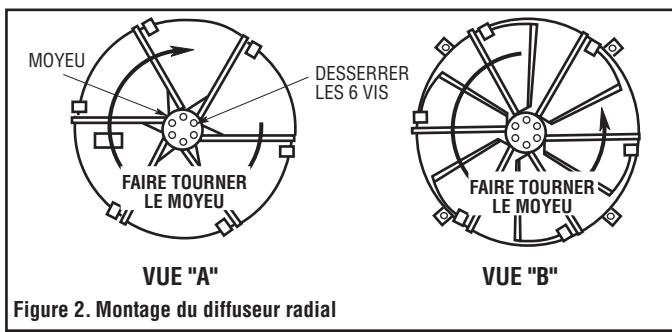

Figure 2. Montage du diffuseur radial
2. Desserrer les six vis du moyeu du diffuseur radial jusqu'à ce que les ailettes se déplacent facilement. (Voir la figure 2, vue A).
4. Introduire les tiges des ailettes dans les trous correspondants du tronçon vertical tout en faisant tourner le moyeu du diffuseur radial dans le sens anti-horaire. (Voir la figure 2, vue B).
3. Pour le diffuseur moyen (-M), glisser l'anémmostat dans le tronçon vertical et le fixer à l'aide de trois boulons de 19 mm (N° 10-32 x 3/4 po) d'écrrous et de rondelles d'espacement. (Voir la figure 2, vue B).